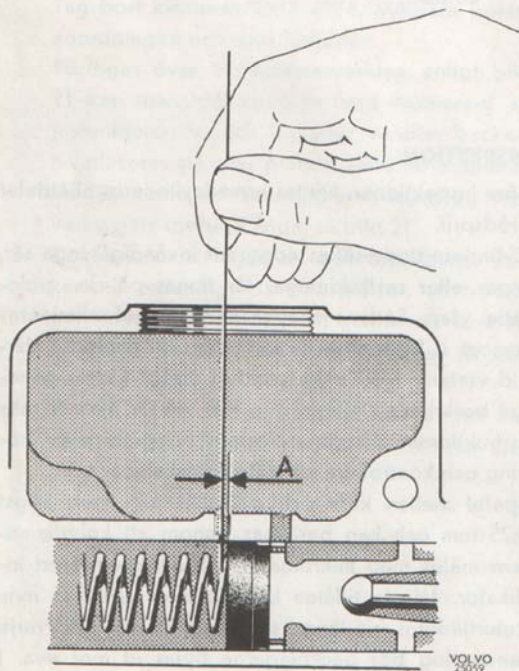

Bild 23. Kontroll av utjämningshål.
2. Montera bakre packning på kolven (8). Doppa kolv och packning (9) i bromsvätska och tryck in dem i cylindern. Sätt stoppbrickan (7) på sin plats och montera låsringen (6).
3. Placera tryckstängan (4) i kolven (8) och kräng gummikåpan (5) över ansatsen på huvudcylindern. Montera trevägsförgreningen (1) med bromskontakt.
4. Kontrollera att utjämningshålet är fritt genom att sticka en 0,5 mm tråd genom utjämnings-hålet (bild 23). Kolven skall därefter kunna tryckas in ca 0,5 mm (mått A) innan tråden fastnar. Var försiktig så att ej packningen skadas. Är utjämningshålet ej fritt är huvudcylindern i regel felaktigt hopsatt.